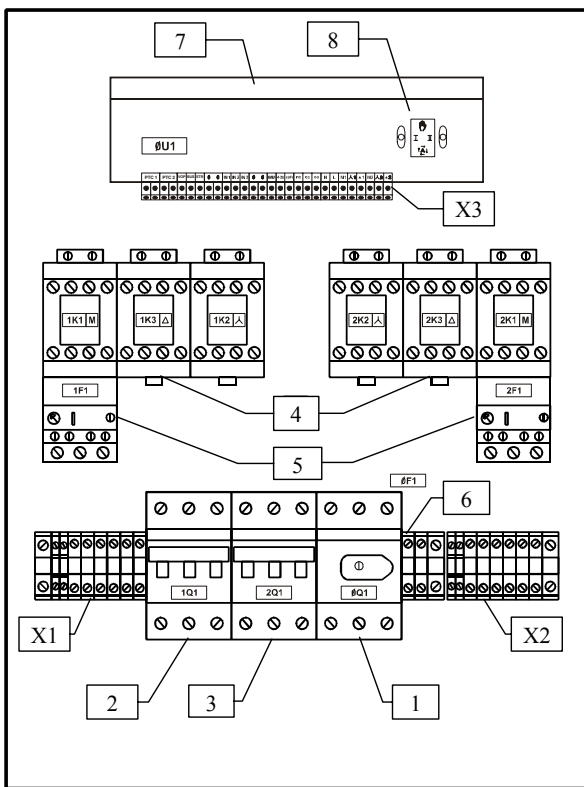

Рис. 2 Внутренний вид прибора
5.2 Внутренний вид прибора (рис. 2)